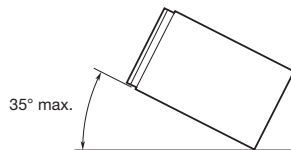

Figure 1
- Installez l'appareil avec une inclinaison d'environ 35°. (Figure 1)